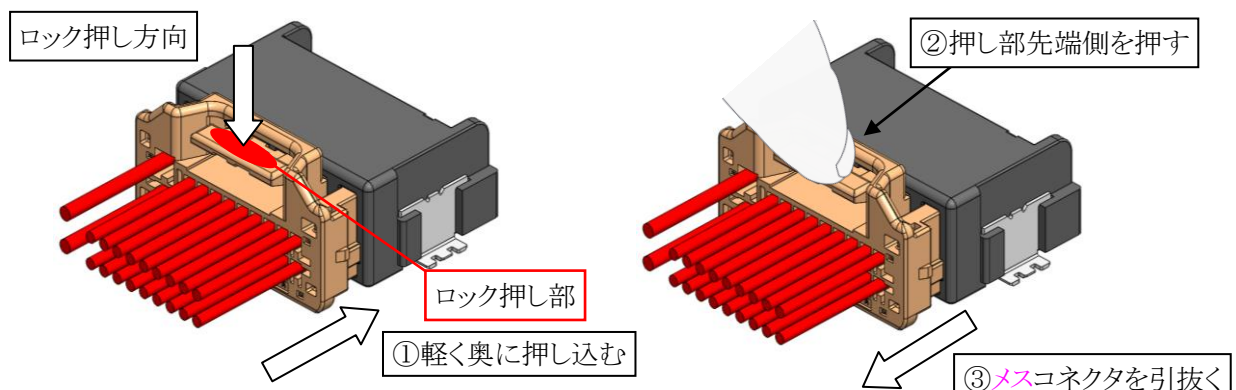

図 39.ロック押し部
- ①引き抜こうとするメスコネクタをもって、軽く奥に押し込んでください。
- ②メスコネクタを奥に押し込んだ状態で、図 39 に示すロック押し部の先端側を真下に動かなくなるまで、押し下げてください。
- ③ロックを押し下げたまま、メスコネクタを水平に引っ張ってメスコネクタを引き抜いてください。